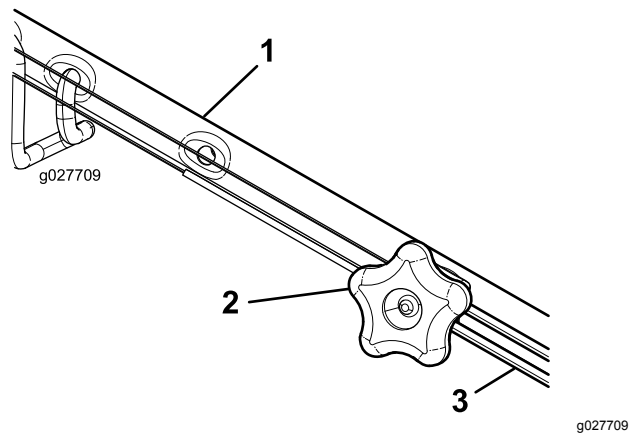

Figure 42
1. Tournez le bouton de réglage dans le sens antihoraire pour desserrer le réglage du câble (Figure 42).
2. Ajustez la tension du câble (Figure 42) en le tirant en arrière ou en le poussant en avant puis en le maintenant à cette position.